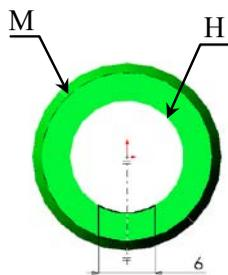

Рис. 2.13
5. Указать поочередно кромки **М** и **Н** и с помощью инструмента  «Преобразование подобия» панели «Инструменты эскиза» преобразовать их в окружности (рис. 2.13).